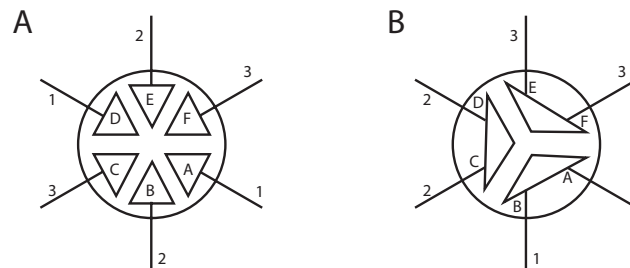

Fig. 8.e
- Zulaufventil (Fig. 8.a, Teil 3 und Fig. 8.c, Teil 2). Nach dem Abtrennen der Kabel und Leitungen das Zulaufventil abnehmen und den Sauberkeitszustand des Einlassfilters überprüfen; bei Bedarf mit Wasser und einer weichen Bürste reinigen.
- Verteilerrohr mit Abschlämmpumpe (Fig. 8.a, Teil 5). Überprüfen, dass sich am Sockel des Dampfzylinders keine festen Rückstände befinden und eventuelle Verunreinigungen entfernen. Prüfen, ob die O-Ring-Dichtung unbeschädigt ist und keine Risse hat; bei Bedarf austauschen. Überprüfen, dass keine festen Rückstände in der Abschlämpleitung vorhanden sind.
- Abschlämmpumpe (Fig. 8.c, Teil 4). Die Stromversorgung unterbrechen, die Befestigungsschrauben lockern und eventuelle Verunreinigungen beseitigen (Fig. 8.a, Teil 6). Die Wanne von Kalkablagerungen reinigen und kontrollieren, dass das Wasser auf der Höhe der Abschlämmpumpe frei von der Wanne zum Ablauf fließt.
- Zulaufwanne (Fig. 8.a, Teil 1). Überprüfen, dass keine Verstopfungen oder feste Rückstände vorhanden sind und dass die Leitfähigkeitselektroden sauber sind; eventuelle Verunreinigungen beseitigen und nachspülen.
- Bausatz für interne Leitungen (Fig. 8.a, Teil 2 und Fig. 8.c, Teil 3). Überprüfen, dass sie frei von Verunreinigungen sind; eventuelle Verunreinigungen beseitigen und nachspülen.